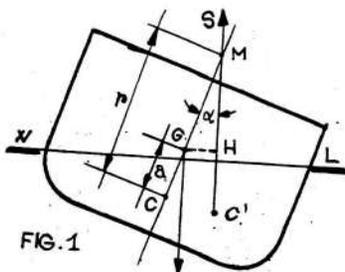

FIG. 1
(2) resta determinato il raggio metacentrico trasversale (Fig. 1).
Il momento  $Dr \text{sen } \alpha$  dicesi **Stabilità di forma** e dipende dalla forma della carena (fig. 1).
meccanica e per i velieri; mentre per gli yacht da regata è sempre positivo, dato il considerevole peso di zavorra che si applica sotto la chiglia. Allora, in tal caso, la distanza  $GM$  (Fig. 1) sarà uguale a  $(r+a)$  e il momento di stabilità risulterà: